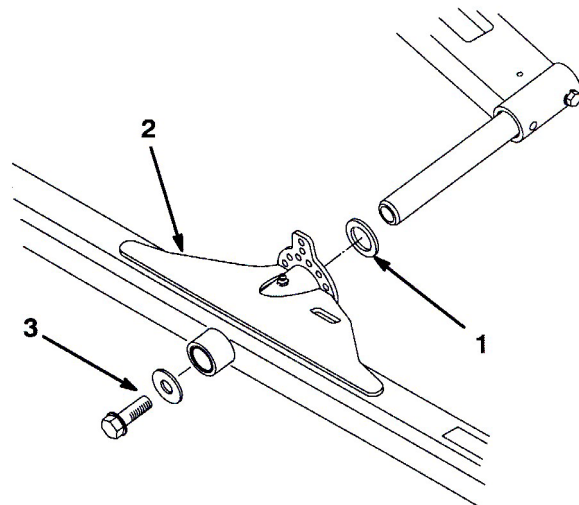

図 8
1. 昇降アームのピボット・ロッドにスラストワッシャを通す (図 8)。
2. ピボット・ロッドに、カッティングユニットのキャリアフレームを取り付け、平ワッシャとフランジヘッド・キャップスクリューで固定する (図 8)。